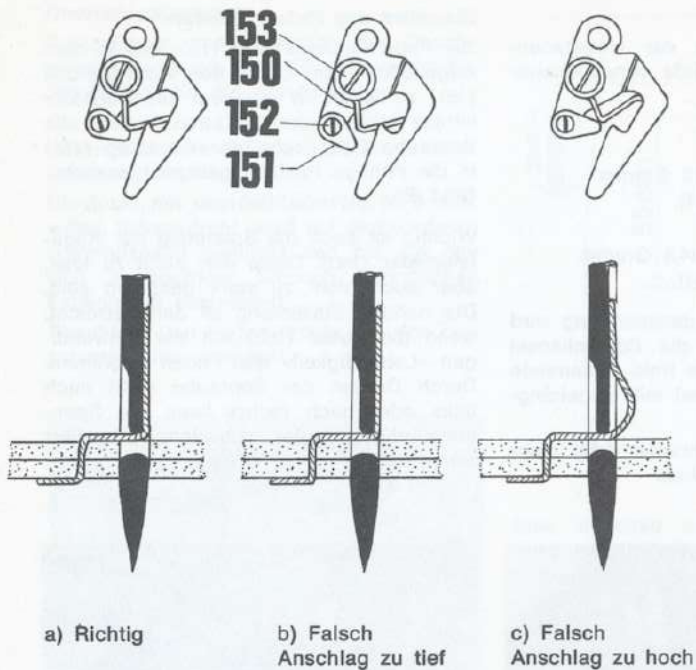

Bild 55
Die Fadenregulatorfeder (150) soll in dem Augenblick auf dem Begrenzungsstück (151) aufliegen, in welchem das Nadelöhr in das Nähgut eintritt. Durch Drehen der Schraube (152) kann der Anschlag (151) in die richtige Position gebracht werden. (Bild 55).